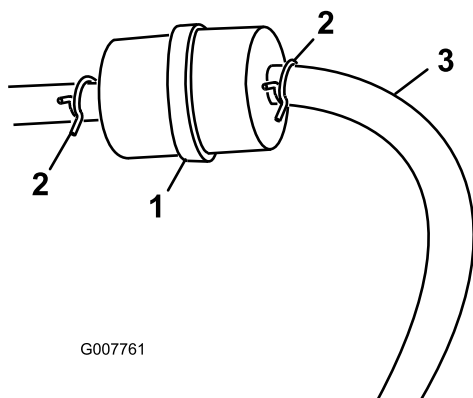

Figura 25
3. Premete le estremità delle fascette stringitubo ed allontanatele dal filtro (Figura 25).
del carburante, per fissare il tubo del carburante (Figura 25).
5. Montate un nuovo filtro ed avvicinate le fascette stringitubo al filtro (Figura 25).
3. Allentate la fascetta stringitubo e spostatela in alto sul tubo del carburante, lontano dal filtro del carburante (Figura 25).
4. Scollegate il tubo del carburante dal filtro del carburante (Figura 25).
Nota: Lasciate spurgare la benzina in una tanica apposita o in una bacinella (Figura 25).